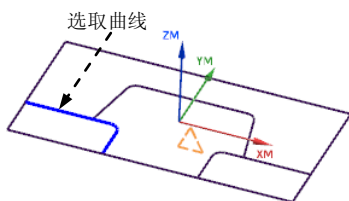
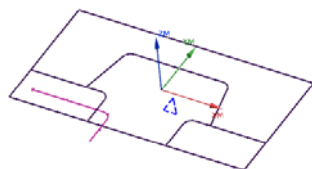

图 16.19 选取曲线
图 16.20 边界 1
(1) 在“清理拐角”对话框中单击 **指定部件边界** 右侧的按钮, 系统弹出“边界几何体”对话框。
(2) 在**模式**下拉列表中选择 **曲线/边...** 选项, 系统弹出“创建边界”对话框。在**类型**下拉列表中选择 **开放的**选项, 在**平面**下拉列表中选择 **用户定义**选项。系统弹出“平面”对话框。
(3) 在**类型**下拉列表中选择 **XC-YC 平面** 选项, 在**偏置和参考**区域**距离**的文本框中输入值 -15.0, 单击 **确定** 按钮。
(4) 创建边界 1。按顺序依次选取图 16.19 所示的曲线, 单击 **创建下一个边界** 按钮, 结果如图 16.20 所示。